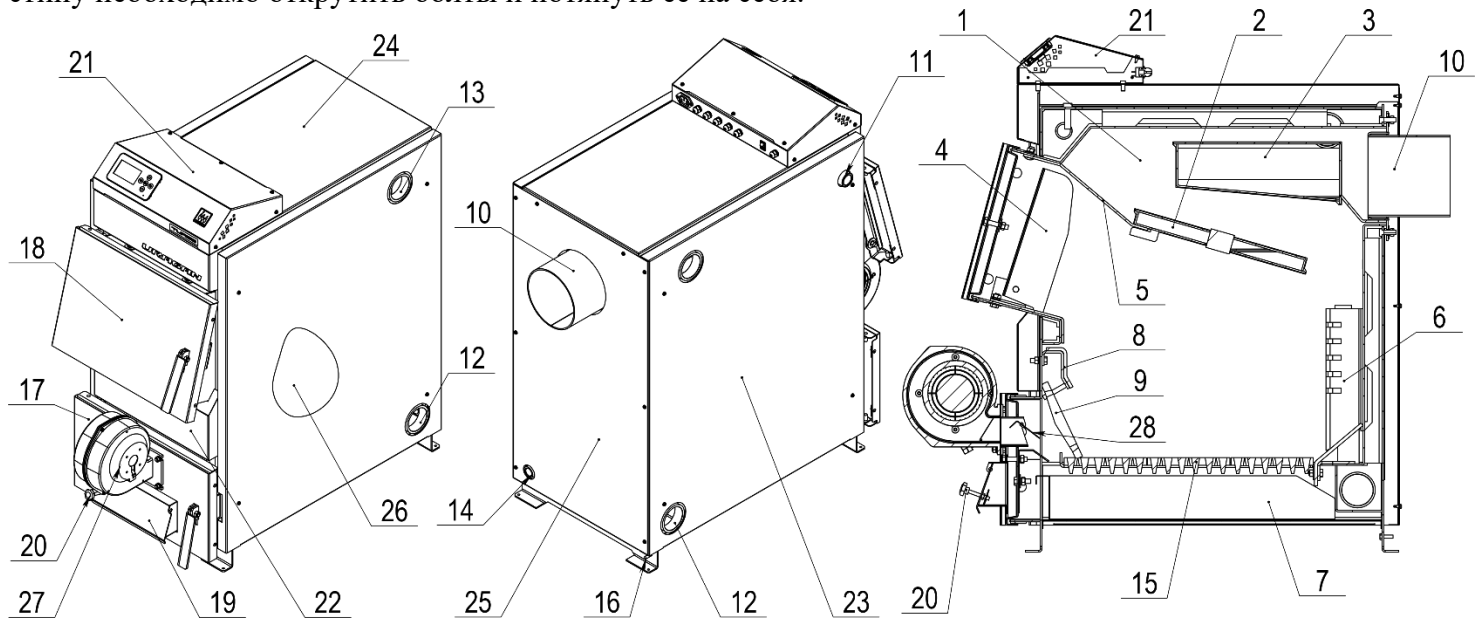
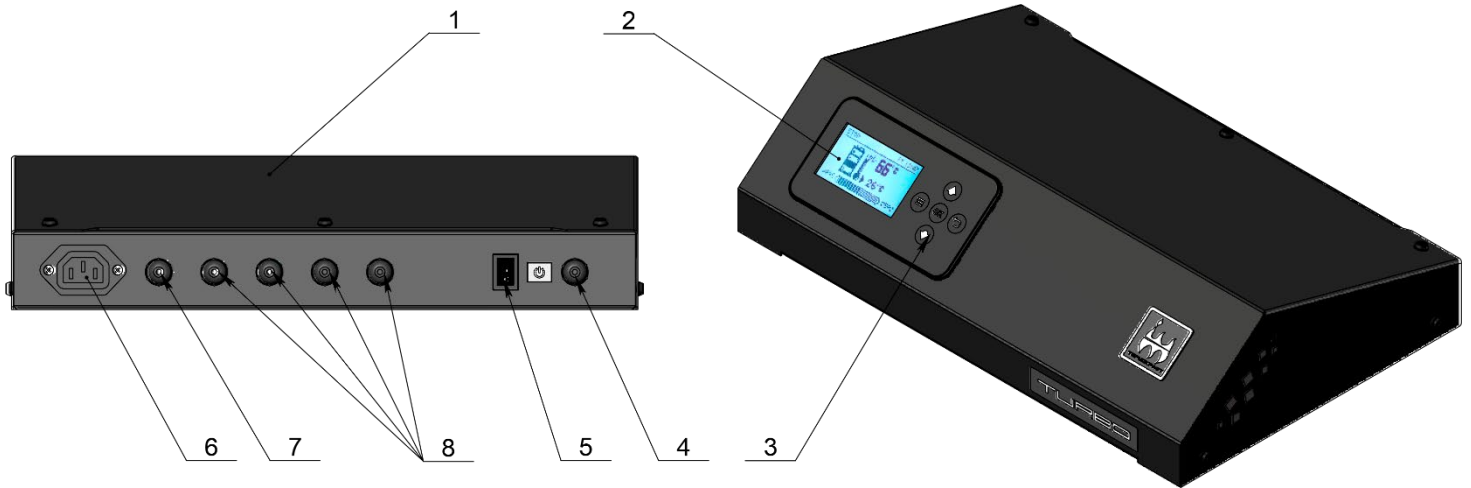

Рис. 2 Устройство котла
Рис. 3 Панель управления котлом на базе контроллера ecoMAX 260
Теплообменники (рис.2 поз.2,3), встроенные в корпус котла, максимально увеличивают КПД котла, сохраняя при этом его небольшие габариты. Для оптимизации процесса горения в топке котла расположены съемные каналы подачи вторичного воздуха (рис.2 поз.6).
Наружные поверхности котла облицованы теплоизолирующим материалом (рис.2 поз.26), на основе базальтового волокна и защитно-декоративными панелями (рис.2 поз.22,23,24,25), которые предохраняют владельца котла от контакта с горячими поверхностями корпуса.
Подача, дозагрузка топлива и чистка котла производится через наклонную топочную дверцу (рис.2 поз.18). Откидной загрузочный лоток (рис.2 поз.4) позволяет удобно загружать уголь в топку.
Пожаробезопасная зольная камера с вместительным зольным ящиком (рис.2 поз.7) удобна при чистке котла.
Для чистки теплообменников котла предусмотрена съемная пластина чистки теплообменников (рис.2 поз.5). Пластина крепится на болтах, размещенных в верхней части загрузочного проема. Чтобы снять пластину необходимо открутить болты и потянуть ее на себя.
ВНИМАНИЕ! Не допускается эксплуатация котла, без установленной пластины чистки теплообменников (рис.2 поз.5). Без нее котел не выходит на номинальную мощность. **В случае нарушений условий эксплуатации котла, рекламации не принимаются.**
Стандартные чугунные колосниковые решетки (рис.2 поз.15), расположенные в камере сгорания котла, удобно чистить и при необходимости легко заменить. Наклонные передние чугунные колосники (рис.2 поз.9) улучшают процесс горения и позволяют легко удалить спекшиеся куски золы из топки котла.
Температуру воды в котле показывает панель контроллера ecoMAX 260 (рис.2 поз.21), установленная на котел.
Для повышения удобства монтажа котла, фланцы подключения отопительного контура (рис.2 поз.12,13) выполнены как в левом, так и в правом исполнении.
Дверца зольной камеры (рис.2 поз.17) удобна для розжига дров и удаления золы. На ней расположена заслонка подачи первичного воздуха (рис.2 поз.19) с ручкой регулировки (рис.2 поз.20).
Котлы **URAGAN Prof turbo** укомплектованы вентилятором наддува и панелью (рис.3) под управлением контроллером ecoMAX 260 (рис.2 поз.21), который регулирует работу вентилятора наддува котла (рис.2 поз.27) как по линейной (классической), так и по схеме плавной модуляции (PID регулирование). Режим PID Регулирование работает как с датчиком уходящих (дымовых) газов, так и без него.
Для энергонезависимой регулировки горения необходимо установить регулятор тяги (не входит в комплект поставки котла) в патрубок (рис.2 поз.11), расположенный на боковой стенке котла. Принцип действия регулятора - механический, соответственно при его использовании энергонезависимость котла полностью сохраняется.
В нижней части котла в один из патрубков обратки (рис.2 поз.12) может устанавливаться блок ТЭН. В случае установки блока ТЭН его подключают к электрической сети через панель управления, которая обеспечивает поддержание заданной температуры теплоносителя по датчику «вода» и регулирует мощность нагрева, т.е. разделяет мощность блока ТЭНов на 3 ступени равной мощности.
Выполните подключение кабеля вентилятора наддува к соответствующему разъему на панели управления (рис.3 поз.6). Включите панель управления котлом в сеть.
6. Расположение котла в котельной с учетом пространства на обслуживание котла показано на (рис.3);